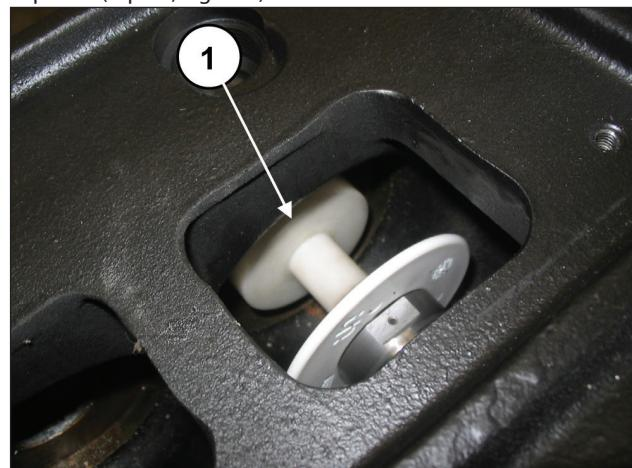

Fig. 123
Insérer l'outil tampon réf. 27516600 entre le guide de piston et le piston (rep. ①, Fig. 123).